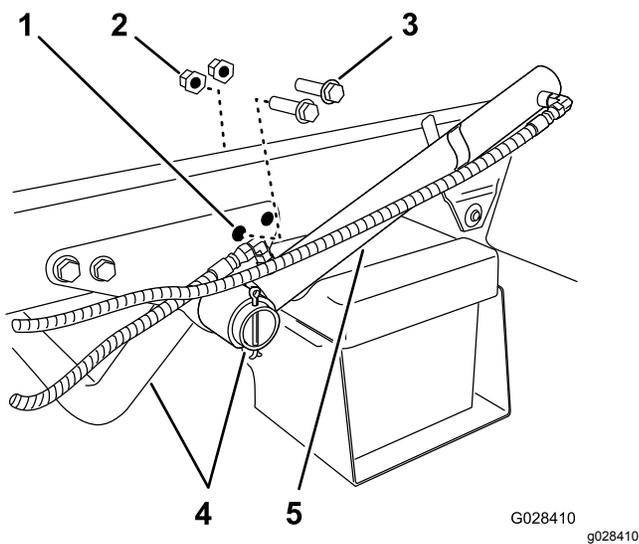

Рисунок 6
которые крепят опорный кронштейн трубы двигателя к раме автомобиля (Рисунок 6).
2. Поверните подъемный цилиндр, чтобы получить зазор, необходимый для установки прижимного кронштейна для рамы бака (Рисунок 6).